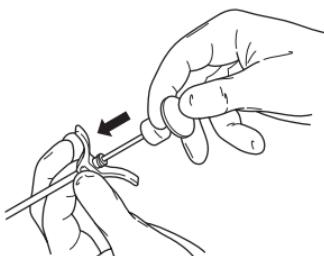

Figure 5 – Injecter du matériau de comblement à l'aide de l'obturateur à ciment
5. Sous contrôle radioscopique, injecter le matériau de comblement à l'aide de l'obturateur à ciment (voir la Figure 5).